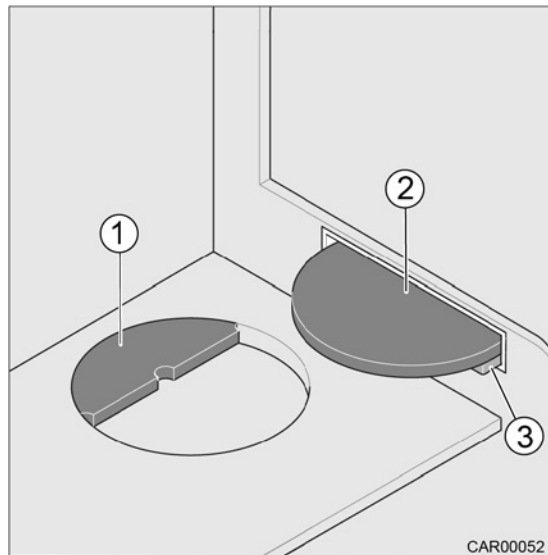

Fig. 93 Recouvrements des éviers
On peut ranger les recouvrements (Fig. 93/1 et 2) dans un logement sous l'évier.
Le recouvrement (Fig. 93/2) peut faire office de dépose d'appoint.
1. Retourner le recouvrement (Fig. 93/2).
2. Tenir le recouvrement en l'inclinant légèrement et introduire l'arête droite de manière régulière par le haut dans les supports (Fig. 93/3).